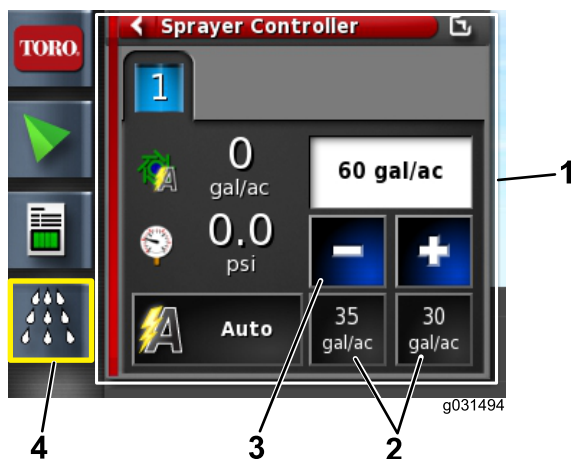

Рисунок 67
4. Если норма выбрана неправильно, измените ее с помощью предустановленных значений, либо с помощью увеличения/ уменьшения с определенным шагом, либо выберите ее текущее значение и вручную введите нужную норму внесения (Рисунок 67).